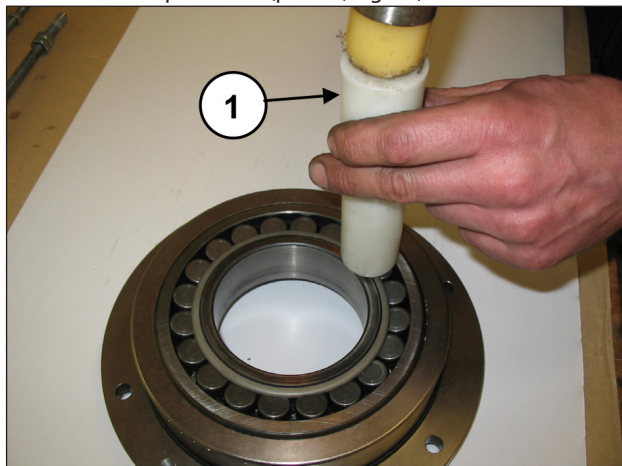

Fig. 25
Apoyar el eje acodado sobre el fondo del cárter. Separar la tapa portacojinetes del cojinete utilizando una herramienta de percusión (pos. ①, Fig. 25).